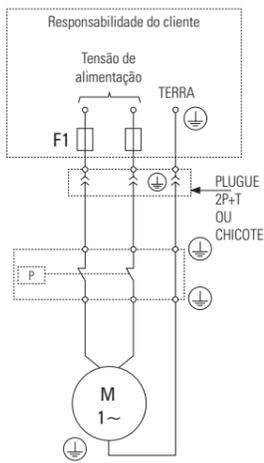

FIGURA 8.5 - ESQUEMA DE CONEXÃO ELÉTRICA
- Garantia do motor elétrico: A garantia do motor elétrico somente será concedida, se forem seguidas as orientações de instalação de acordo com o diagrama (Figura 8.5).